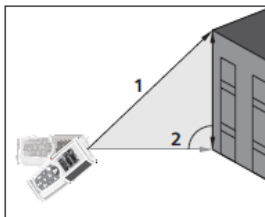

Fig. 7: Ejecución medida Indirecta a 2 puntos
3. Posicione el instrumento en el punto más alto (1) de la medida (vea Fig. 7) y pulse la tecla  para realizar la medida. El resultado se muestra en la primera pantalla parcial. El símbolo "" se muestra en pantalla con el lado "2" parpadeante
4. Posicione el instrumento lo más horizontal posible (2) de la medida (vea Fig. 7) y pulse la tecla  para realizar la medida. El resultado se muestra en la segunda pantalla parcial
5. El valor final del resultado (obtenido como $\sqrt{(1)^2 - (2)^2}$) se muestra en la pantalla resultante